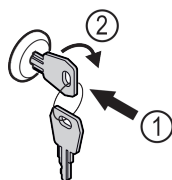

Fig. 142 Reprezentare exemplificatoare
- Introduceți cheia prin apăsare Fig. 142 (1).
- Rotiți cheia cu 90° în sensul acelor de ceasornic Fig. 142 (2).